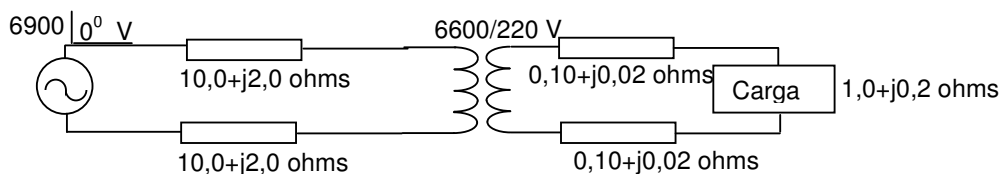

Fig. 11.12 – circuito do problema 11.5.
11.5 Seja uma nova carga alimentada por um transformador ideal (sem perdas), como mostrado na Fig. 11.12. Pede-se: